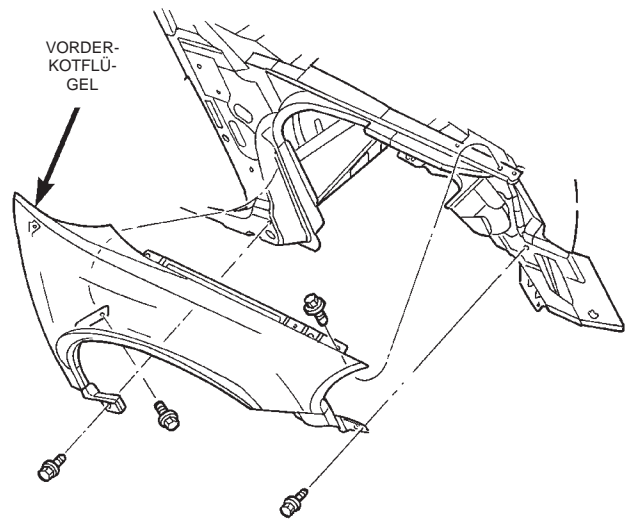

Abb. 26 Kotflügel
(1) Hauptscheinwerfer komplett ausbauen. Näheres zu den entsprechenden Arbeitsschritten siehe Kapitel 8L, "Leuchten".
(2) Je nach Ausstattung, die vordere Stoßängerverkleidung abbauen, um den vorderen Kotflügel freizulegen. Näheres hierzu siehe Kapitel 13, "Rahmen und Stoßfänger".
(3) Befestigungsschraube lösen, mit der der Kotflügel am Schweller befestigt ist.
(4) Vom Türausschnitt aus von innen die Befestigungsschrauben lösen, mit denen der Kotflügel an den Halterungen der Scharniersäule befestigt ist.
(5) Befestigungsschrauben lösen, mit denen der Kotflügel am Kühlerabschlußblech befestigt ist.
(6) Vom Motorraum aus die Befestigungsschrauben lösen, mit denen der Kotflügel innen am Stehblech befestigt ist.
(7) Kotflügel vom Fahrzeug abbauen (Abb. 26).